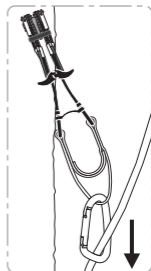

Abbildung 3
- Richten Sie die Totem-Backenklemme in Richtung der der erwarteten Belastung aus (*siehe **Abbildung 3***).